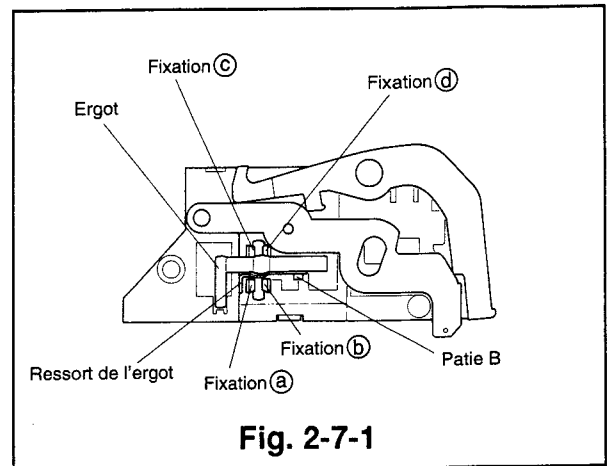

Fig. 2-7-1
- 1) Suivre la méthode de démontage des items 1 à 6 du Para. 2-6.
- 2) Défaire les quatre fixations (a), (b), (c), (d) illustrées dans la Fig. 2-7-1 pour démonter le doigt et son ressort.
- 1) Remonter le doigt et son ressort comme illustré dans la Fig. 2-7-1. (Insérer le ressort du doigt dans la partie A du doigt avant de remonter ce dernier. Accrocher une extrémité du ressort à l'extérieur de la fixation (a) et l'autre à la partie B du doigt.)
- 2) Remonter le plateau inférieur en suivant la méthode décrite dans le Para. 2-6, item 3.
- 3) Suivre la méthode de remontage décrite dans la Para 2-2, items 5 à 8.